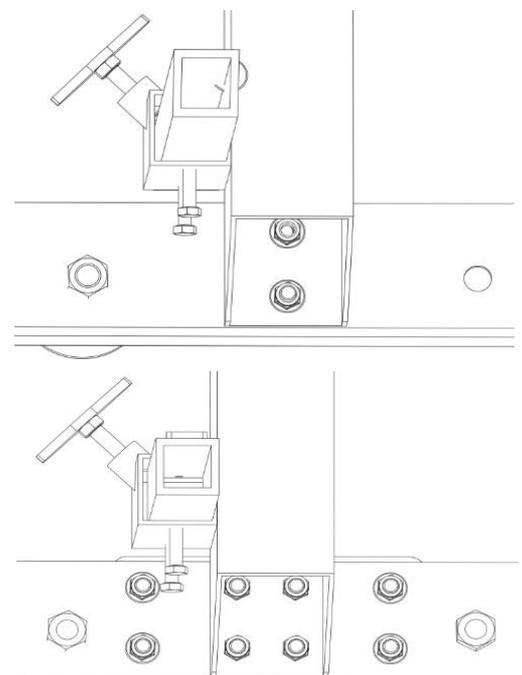

Abb.5-23: Breite der Schienen
15. Schieben Sie den Sägekopf auf dem Schienensystem auf und ab, um sicherzustellen, dass die Breite der Schiene eine freie Bewegung des Sägekopfes zulässt (Abb. 5-23). Wenn es klemmt, müssen die "L"-Schienen weiter oder enger zusammengesetzt werden, um eine gleichmäßige Breite entlang des gesamten Schienensystems zu erreichen. Sobald die gewünschte Breite erreicht ist, können alle Muttern und Schrauben am Schienenbett festgezogen werden.